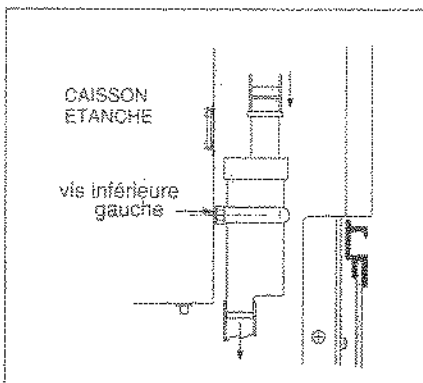

Fig. 17
- Monter le siphon en le fixant à l'aide de la vis inférieure gauche du couvercle de caisson (fig. 17) ;